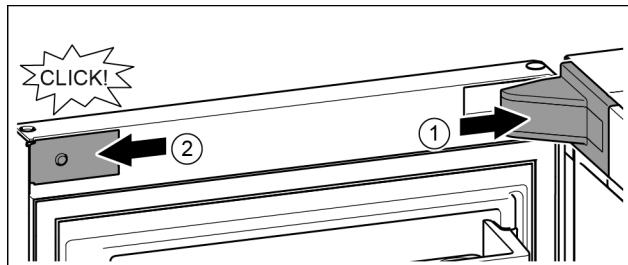

Fig. 41
- Крышку опорного кронштейна установить и зафиксировать, при необходимости, осторожно разжать. Fig. 41 (1)
- Установить сбоку накладку и зафиксировать. Fig. 41 (2)